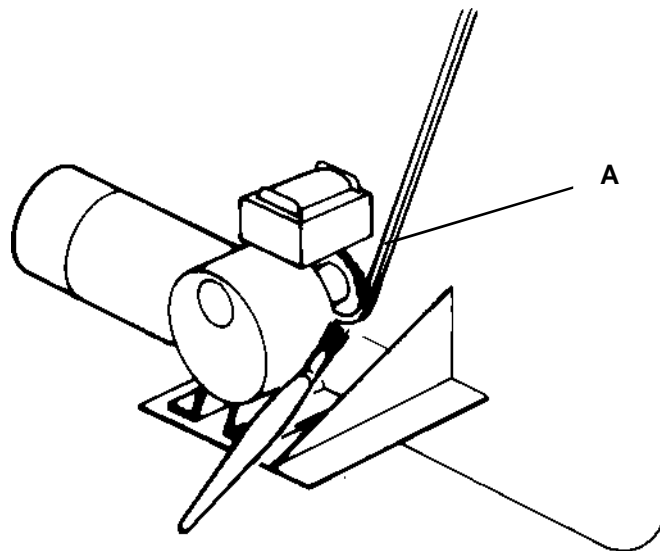

fig. 46
- Lubricate transmission (**fig. 46/A**) with high temperature synthetic lubricant with teflon.
- Aplicar lubricante sintético con teflón para trabajos continuados a altas temperaturas en la transmisión (**fig.46/A**).
- Utiliser du lubrifiant synthétique avec teflon pour des travaux continus à haute température dans la transmission (**fig. 46/A**).